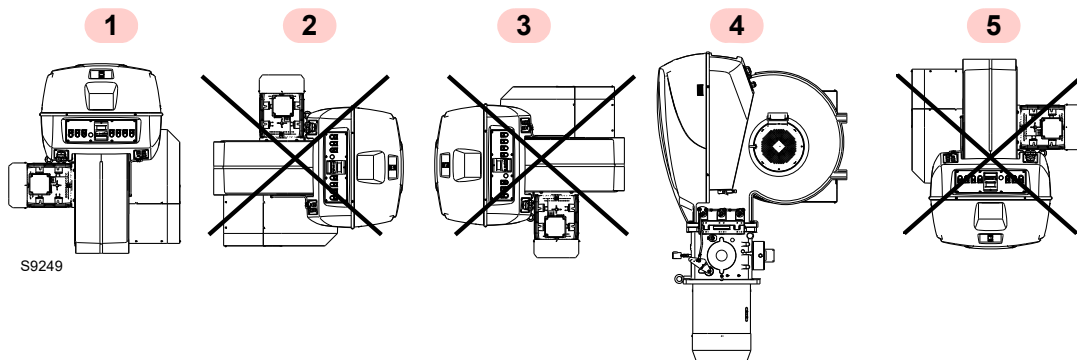

Abb. 11
- Der Brenner darf ausschließlich in den Stellungen **1** und **4** (Abb. 11) in Betrieb sein.